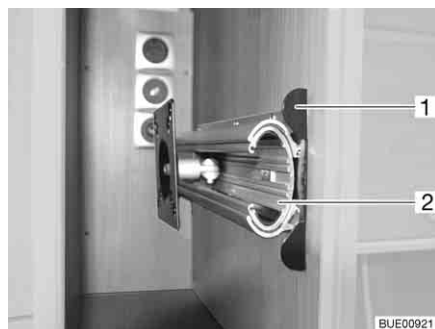

Fig. 61 Supporto nel mobiletto porta TV
- Premere verso l'interno il listello di sblocco (Fig. 61,1).
- Estrarre interamente la base estraibile (Fig. 61,2).
- Inserire la base estraibile Fig. 61,2), finché il listello di sblocco (Fig. 61,1) non si arresta a scatto.